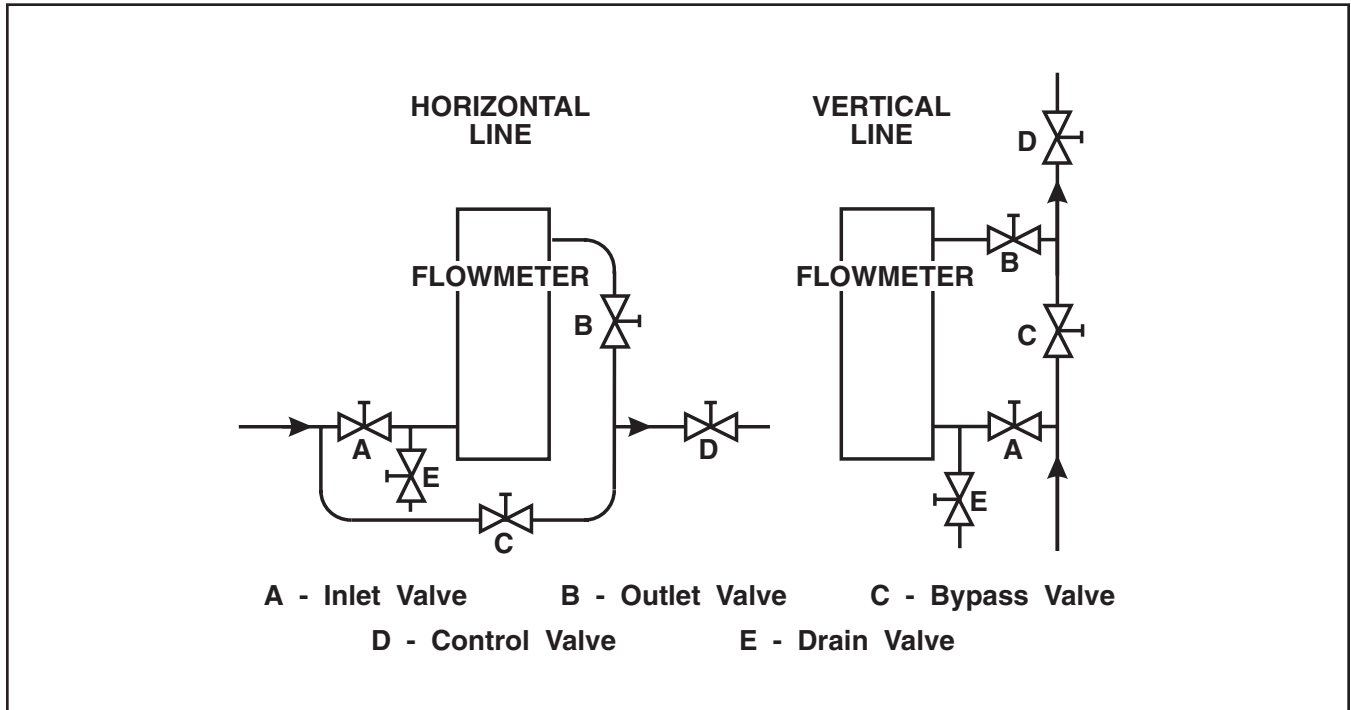

Figure 2-1 Installation typique
- E. L'installation d'un agencement de tuyauterie de dérivation est recommandée. Reportez-vous à la Figure 2-1. La tuyauterie de dérivation permet d'isoler le compteur de la conduite d'écoulement pour l'entretien et le nettoyage.